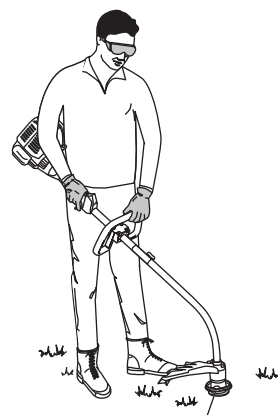

Fig. 2
2. Mientras sostiene la unidad en posición de operación (Fig. 2), coloque la manija en D en la posición que le brinde el mejor agarre.